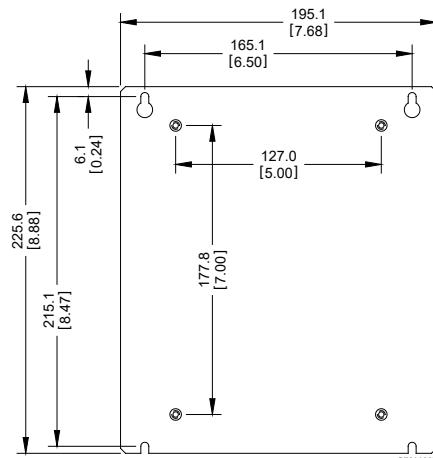

图3. 适配板尺寸
- **主机组安装在适配板上。** 将其放置在机柜装配板上的合适位置, 使用适配板插槽作为模板定位板上的安装孔。适配板的尺寸信息请参见图3。使用 8-32 UNC 螺丝锥在板上安装孔的位置进行钻孔攻丝。将装有适配板的 FB107 放置在钻攻好的位置上, 然后使用随附的四个 8-32 UNC x 0.38 英寸长螺丝将其固定到装配板上。拧紧螺钉。